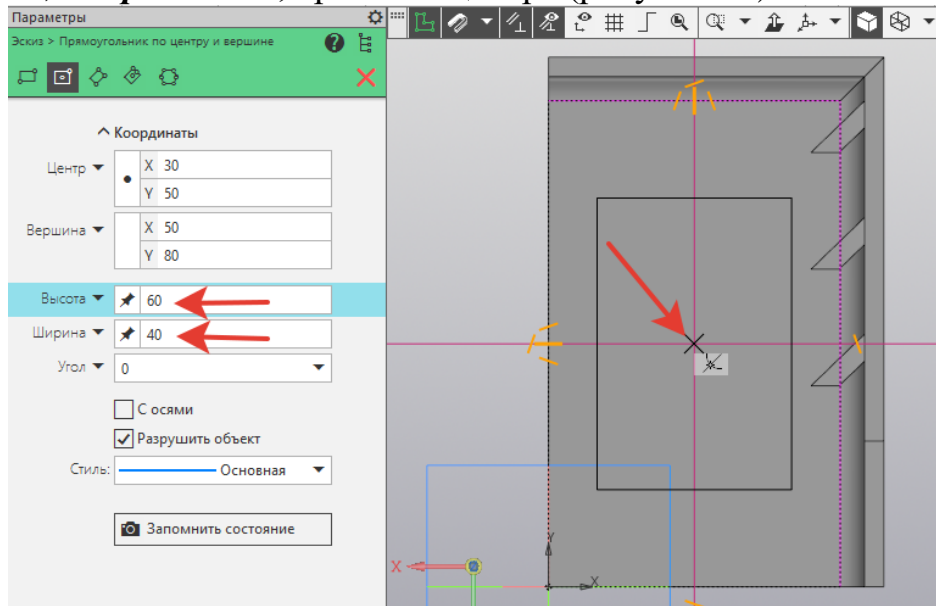

Рисунок 84.
13. С помощью *Вспомогательная прямая - Биссектриса*, находим середину основания. Инструментальная панель *Геометрия - Прямоугольник: Высота – 60, Ширина – 40*, крепим в центре (рисунок 84).